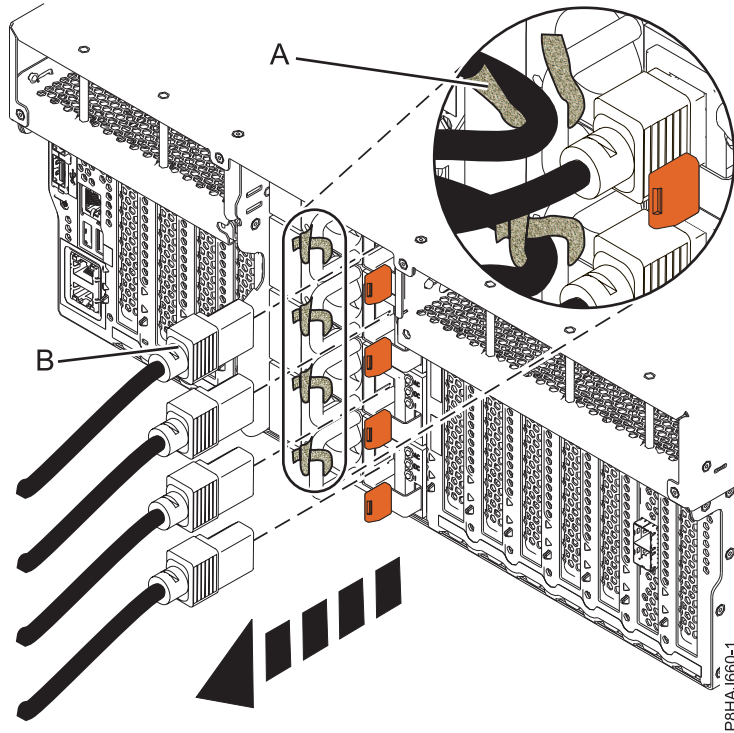
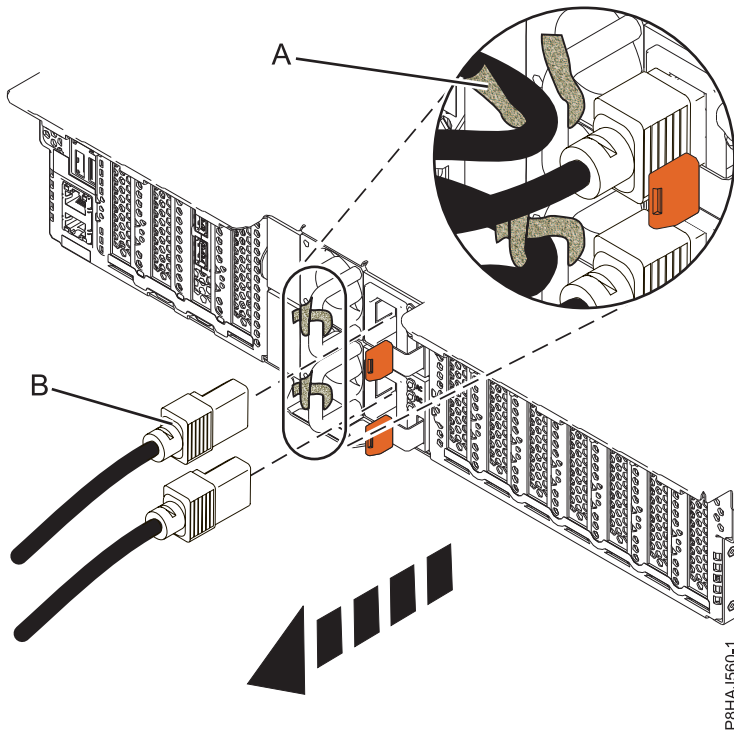
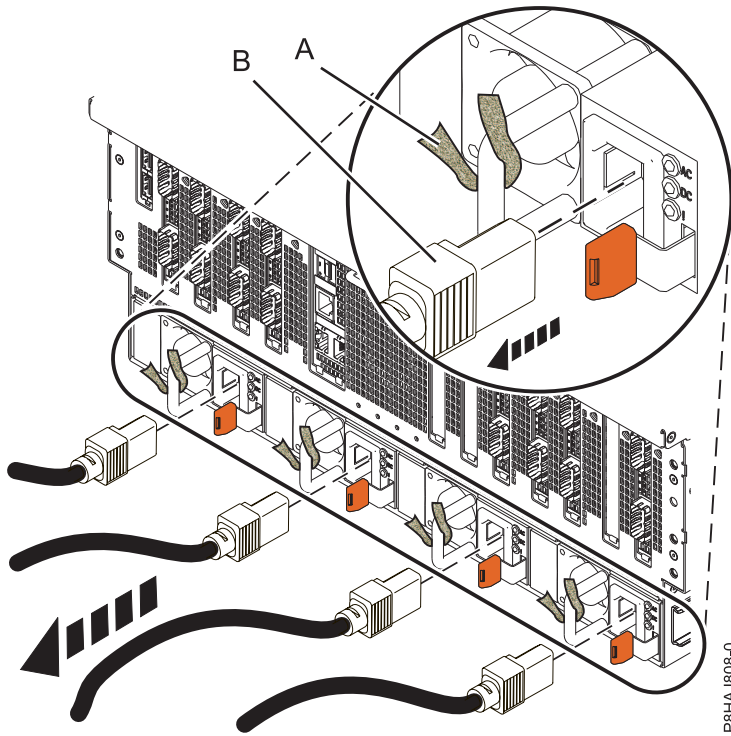

Figura 20. Extracción de los cables de alimentación de un sistema 8247-42L, 8286-41A o 8286-42A
Figura 21. Extracción de los cables de alimentación de un sistema 5148-21L, 5148-22L, 8247-21L, 8247-22L, 8284-21A o 8284-22A
Figura 22. Extracción de los cables de alimentación de un sistema 8408-44E o 8408-E8E
3. Desconecte los cables de alimentación **(B)** de la unidad del sistema. Consulte la Figura 20 en la página 41, la Figura 21 en la página 41 o la Figura 22 en la página 42, dependiendo del tipo de sistema.